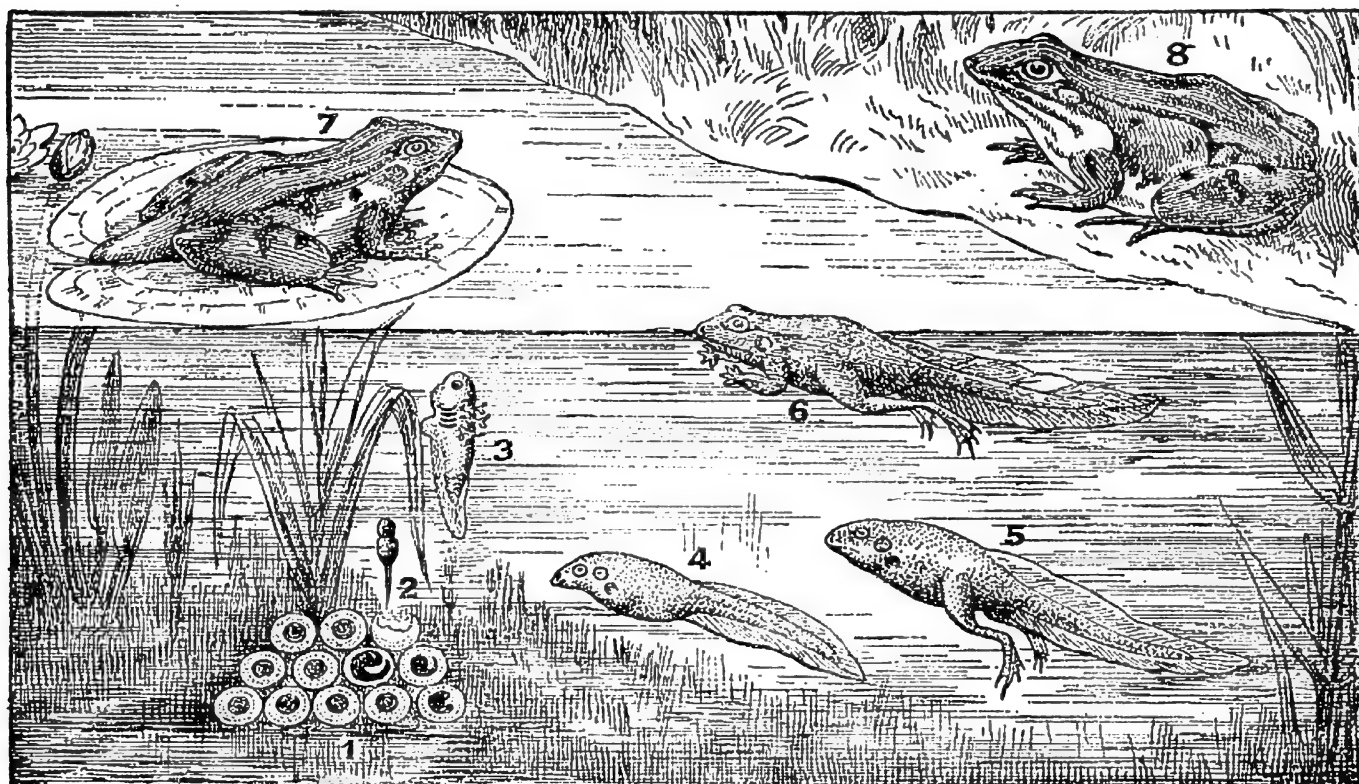

Fig. 5. — Les métamorphoses de la grenouille.
**9. Les métamorphoses de la grenouille (fig. 5).** — Au printemps, la grenouille pond dans l'eau une masse d'œufs de couleur foncée, unis par une sorte de gélatine. Bientôt ces œufs gonflent et il en sort, non pas de petites grenouilles, mais de petits animaux